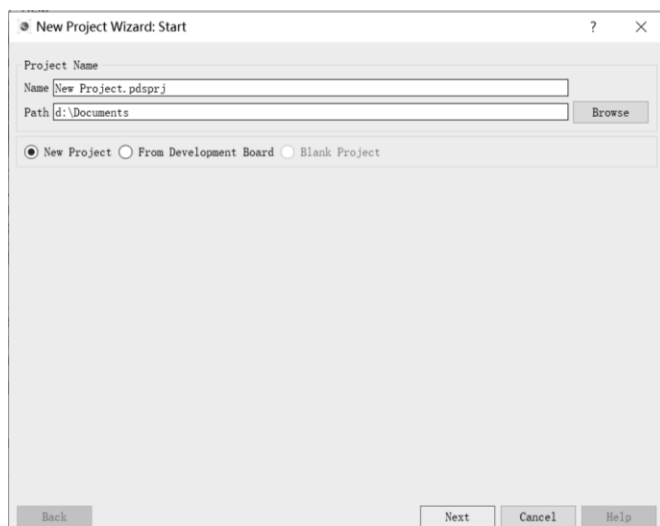
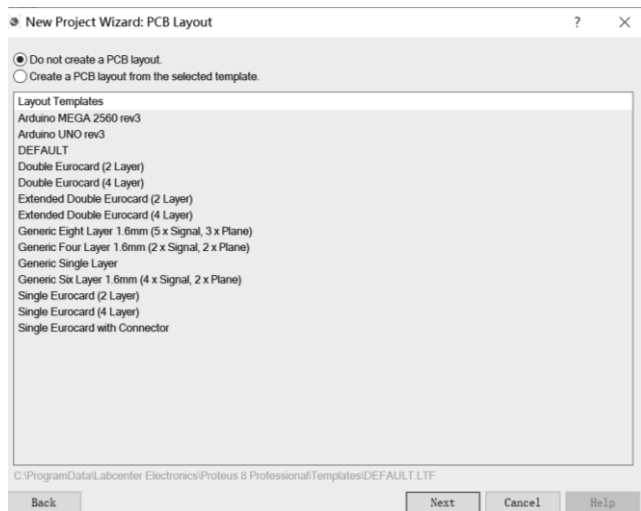

图 1-25 新工程创建向导对话框
图 1-27 创建原理图设计对话框
(1) 返回 Proteus 8 主界面, 选择“New Project”, 打开如图 1-25 所示的创建向导对话框。该图和图 1-21(a)看似一样, 但其实路径下面多了三个选项: 新工程(New Project, 默认)、来自开发板(From Development Board)、空的工程(Blank Project, 不可选), 一般情况下默认为新工程。
(3) 单击图 1-25 中的“Next”按钮，出现如图 1-27 所示的创建原理图设计对话框。有两个选项：不创建原理图、创建原理图(默认)。原理图设计是一个工程的最基础工作，因此必须选择此项。接下来是原理图设计模板选择，默认为“DEFAULT”。